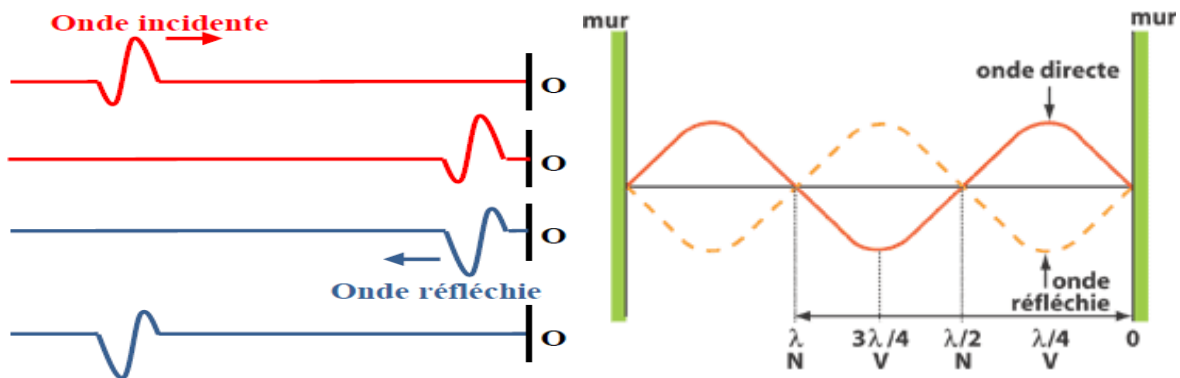

Fig 1: Ondes Stationnaires Transversales.
- Les points où l'amplitude est maximale s'appellent **ventres** (voir figure1).